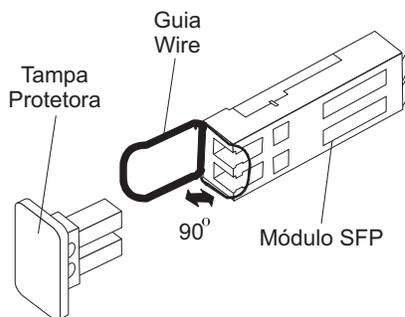

Figura 15. Módulo SFP e Tampa Protetora
2. Remova a tampa protetora do módulo SFP, conforme mostrado na Figura 15. Guarde a tampa protetora para utilização futura.
2. Se necessário, remova a tampa protetora do módulo SFP, como mostra a Figura 15 na página 34. Guarde a tampa protetora para utilização futura.